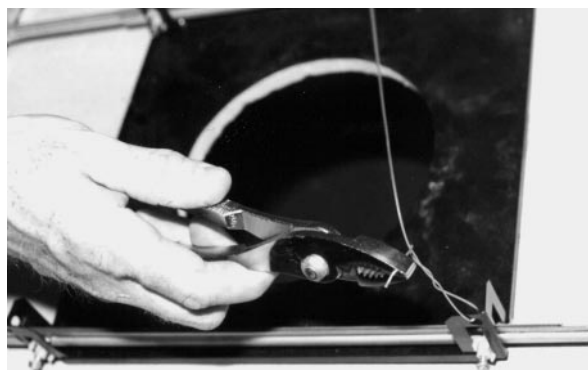

Figura 7 Colocación del cable de seguridad
5. Fije el conjunto de soporte a un punto de sujeción superior, utilizando un cable de seguridad (FIGURA 7).